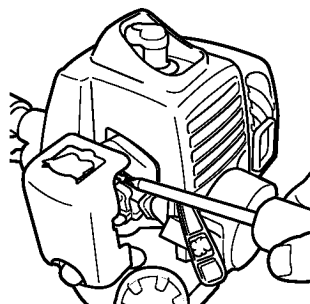

Fig. 31
**Réglage du carburateur (Fig. 31)**